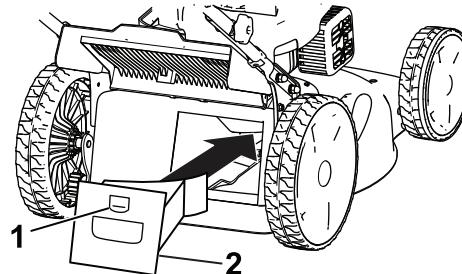

Bild 17
2. Setzen Sie den Mulchverschluss in das Gehäuse und verriegeln Sie den Verschluss in der Öffnung im Gehäuse (Bild 17).
1. Heben Sie die Heckklappe an und halten Sie sie hoch (Bild 17).